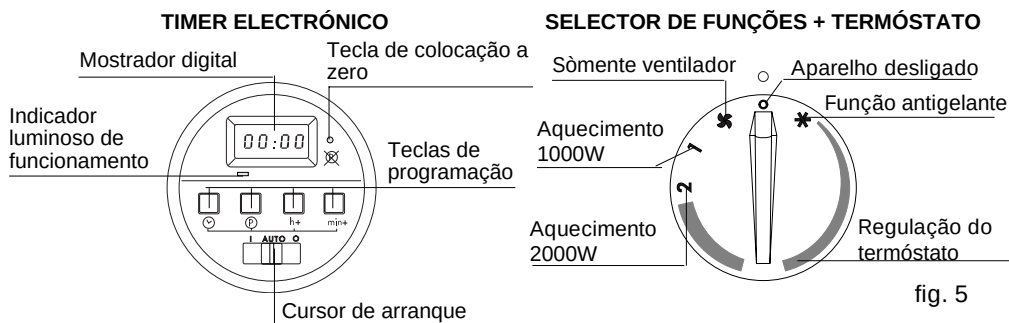

fig. 5
- os modelos equipados com timer electrónico leve o cursor de arranque (fig. 5) na posição I, ligar-se-á o indicador luminoso.
- Nos modelos equipados com timer eletrónico leve o cursor de arranque (fig. 5) na posição I, ligar-se-á o indicador luminoso.
- Rodar o manípulo no sentido dos ponteiros do relógio, para a posição ☼ "serviço de verão" (sòmente ventilação) (fig. 5).
Para desligar o aparelho repor o manípulo do selector de funções + termóstato na posição "0" (fig. 5) e, para os modelos que dispõem de timer, deslocar o cursor de partida para a posição "0" (fig. 5). Apaga-se a lâmpada piloto de funcionamento.
- Pressione o botão ☺ e, ao mesmo tempo, o botão h+ (fig.5) até que a hora exacta seja alcançada. Solte ambos os botões.
- Pressione ao mesmo tempo o botão ☺ e o botão min+ (fig.5) para regular os minutos. Depois da regulação, solte ambos os botões.
1. Leve o cursor de arranque na posição "AUTO" (fig. 5).